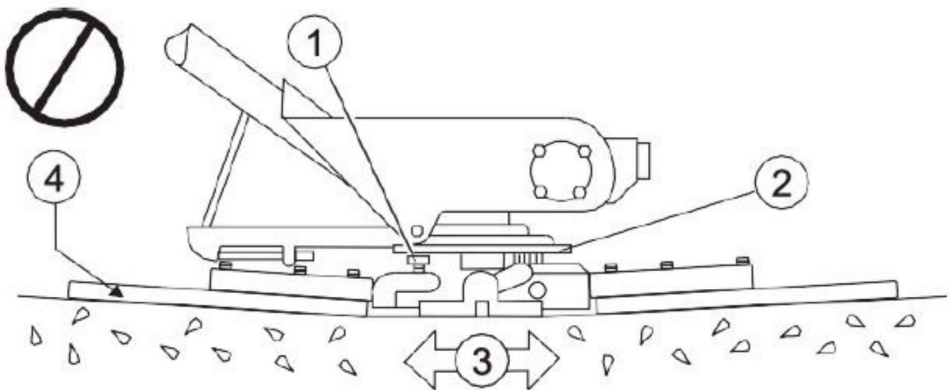

FIG.17
13.2.2 Plaats de messen zo vlak mogelijk. De stelbouten moeten allemaal vastzitten nauwelijks contact maken met de onderste slijtplaat op de spiderbox. Als dat zo is Als u geen contact maakt, is aanpassing noodzakelijk. (FIG.17,FIG.4).
FIG.17 illustreert "onjuiste uitlijning", versleten spinbussen of verbogen troffel armen. Controleer of de afstelbout de onderste slijtplaat nauwelijks raakt (max. 0,10 inch speling). Alle uitlijnbouten moeten zich op een afstand van de dezelfde afstand tot de onderste slijtplaat.